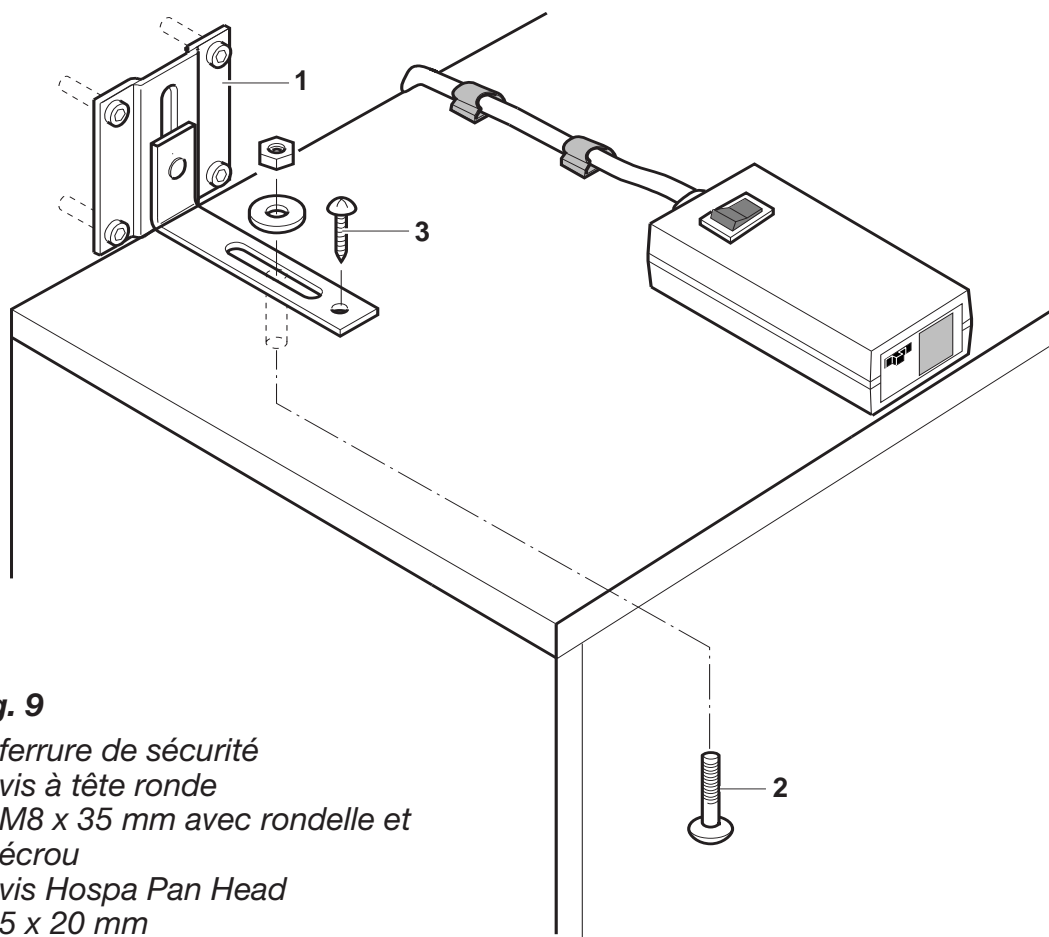

Fig. 9
- Fixer les deux ferrures de sécurité **1**, voir **fig. 9**, au moyen de quatre vis au mur, force de retenue F_H de chaque emplacement 400 N min. Ce matériel de fixation n'est pas contenu dans la livraison.
- Visser les ferrures de sécurité avec une vis à tête ronde **2** et une vis Hospa **3** au corps, voir **fig. 9**.